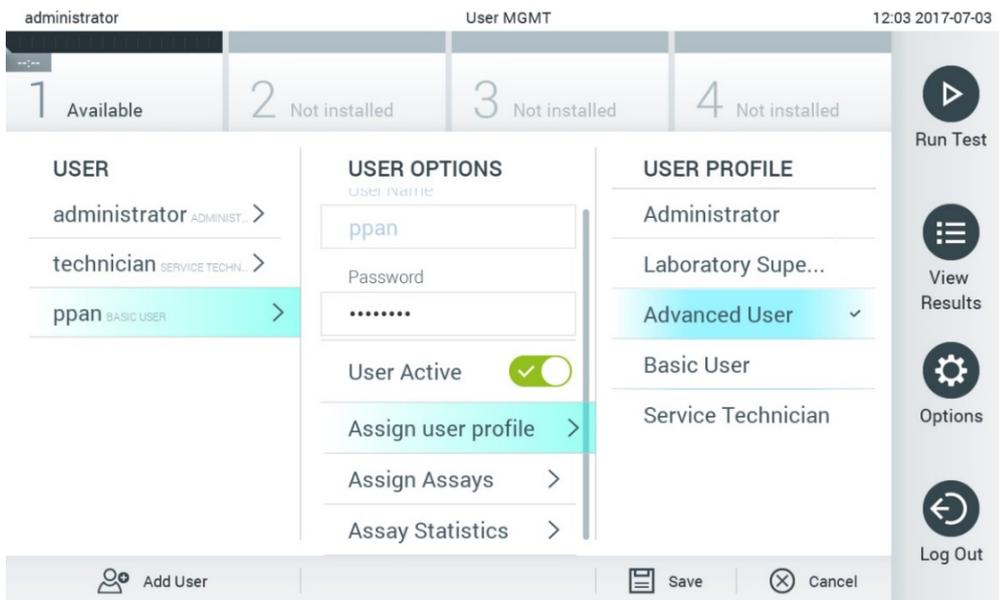

Figure 61. Attribuer des profils d'utilisateur aux utilisateurs.
- Assign User Profile (Attribuer un profil utilisateur) : permet d'attribuer un profil utilisateur différent à cet utilisateur (par exemple, Administrateur, Superviseur de laboratoire, Utilisateur avancé, Utilisateur de base). Sélectionnez le profil utilisateur approprié dans la liste située à droite de la zone de contenu (figure 61).